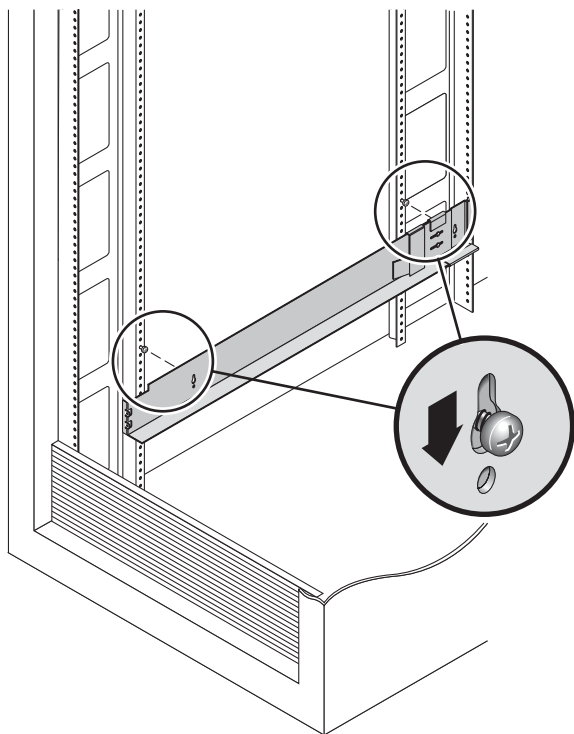

図 2-4 ねじに掛けた左側レール
6. あとでレールのかぎ穴型のスロットを通す取り付け穴のねじ穴番号を書き留めます (図 2-4)。
7. 左側のレールをねじに掛けます。正面および背面のねじをレールの大きなスロットに通し、レールを下げると、各ねじがスロットの上部に入ります (図 2-4)。右側のレールに対しても同じ手順を実行します。